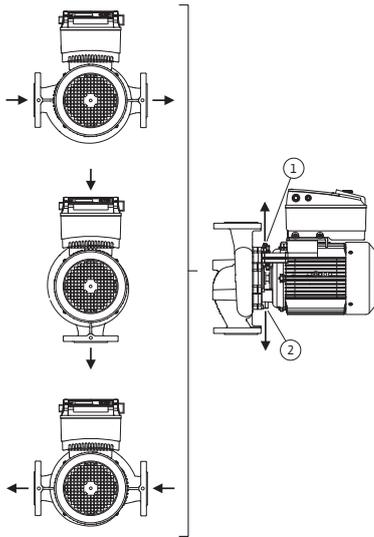

Fig. 18: Tillåtna monteringslägen med horisontell motoraxel
De tillåtna monteringslägena med horisontell motoraxel och elektronikmodul uppåt (0°) visas i fig. 18. De tillåtna monteringslägena med sidmonterad elektronikmodul (+/- 90°) syns ej på bild. Alla monteringslägen utom "elektronikmodul nedåt" (- 180°) är tillåtna. Avluftning av pumpen garanteras endast om avluftningsventilen pekar uppåt (fig. 18, pos. 1).
Endast i denna position (0°) kan det kondensat som bildas föras bort via tillgängligt hål, pumplanterna och motor (fig. 18, pos. 2).